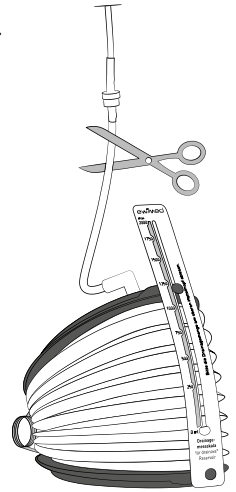

Fig. 1
- Coupez maintenant le tuyau en dessous de la valve anti-reflux* (Fig.1). Jetez le morceau de tuyau coupé avec le clamp et l'embout d'insertion spécifique. Si nécessaire, utilisez le champ bleu fourni. Pour permettre l'évacuation du liquide contenu dans le réservoir, placez le réservoir à l'envers au dessus des toilettes de façon à ce que l'ouverture du tuyau soit orientée vers le bas. Comprimez le réservoir pour commencer le processus de vidange.